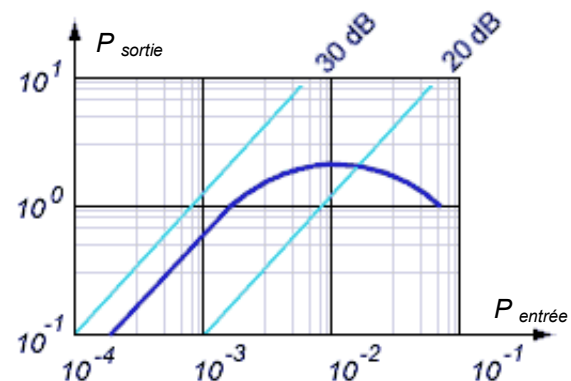

Figure 10 : Caractéristique des tubes à ondes progressives
- La puissance fournie en entrée ( $P_{\text{entrée}}$  dans la Figure 10 ;